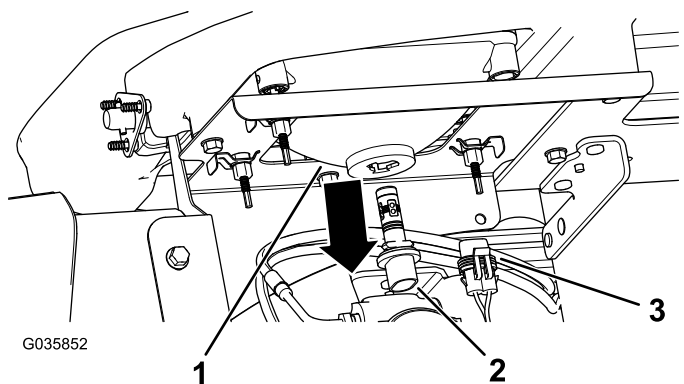

Bild 42
3. Schließen Sie den elektrischen Anschluss für den Kabelbaum vom Lampenanschluss hinten am Scheinwerfergehäuse ab (Bild 42).
4. Drehen Sie die Birne um eine Viertelumdrehung nach links und bewegen sie nach hinten aus dem Lampengehäuse (Bild 42).
5. Setzen Sie die neue Birne und das neue Scheinwerfergehäuse ein und fluchten Sie die Nasen in der Birne mit den Schlitzen im Scheinwerfergehäuse aus (Bild 42).
6. Drehen Sie die Lampe um eine Vierteldrehung nach rechts, um sie zu befestigen (Bild 42).
7. Schließen Sie den elektrischen Anschluss für den Kabelbaum am Anschluss der neuen Lampe an (Bild 42).